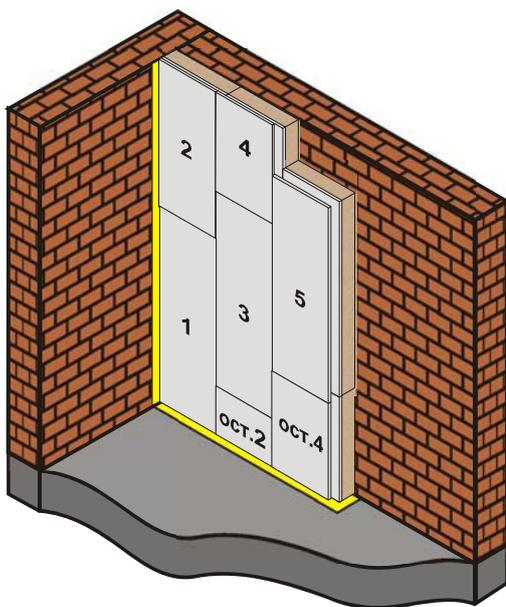

Рис.1 Схема монтажа сэндвич-панелей ЗИПС
6. Монтаж сэндвич-панелей ЗИПС рекомендуется вести слева направо, снизу вверх (см. рис. 1). У первой панели (№1) обрезаются два гребня – левый и нижний, у второй панели (№2) – только левый гребень.
12. Если стеновая панель полностью помещается на защищаемой поверхности (панели № 1, 3, 5... на рис.1) – монтаж сэндвич-панелей производится только на шести узлах крепления (при этом центральные узлы крепления не используются). Если согласно размерам защищаемой поверхности стеновая панель подлежит обрезке (панели № 2, 4, ... на рис.1) – используются все доступные узлы крепления.